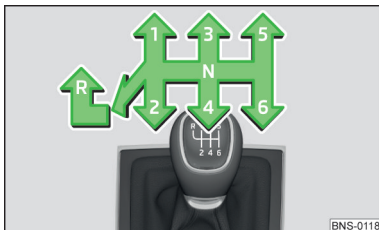

Abb. 250
Auf dem Schalthebel ist das Schaltschema für die einzelnen Gangstellungen dargestellt » Abb. 250.
- › Den Schalthebel nach unten drücken, völlig nach links und dann nach vorn in **R**-Stellung stellen » Abb. 250.